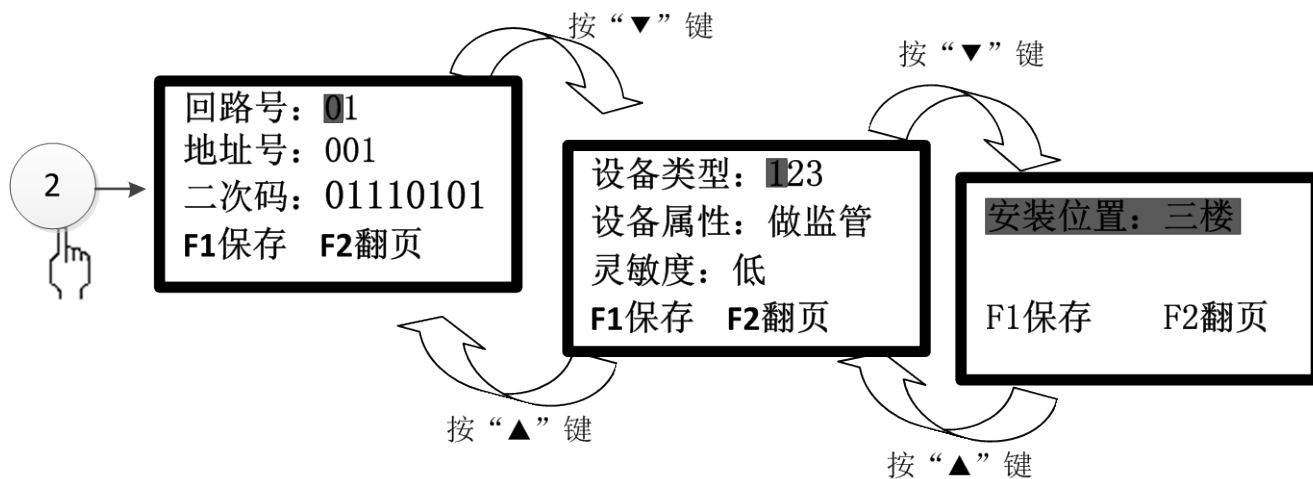

图 3-29
按下数字 2 键或光标移至②后按确认键，可进入总线部件设置界面(如图 3-29 所示)。按上下方向键选择总线部件设置类型，按左右方向键或数字键设置具体总线部件，按“F1”键保存设置，按“F2”键翻页，按取消键返回上级菜单。